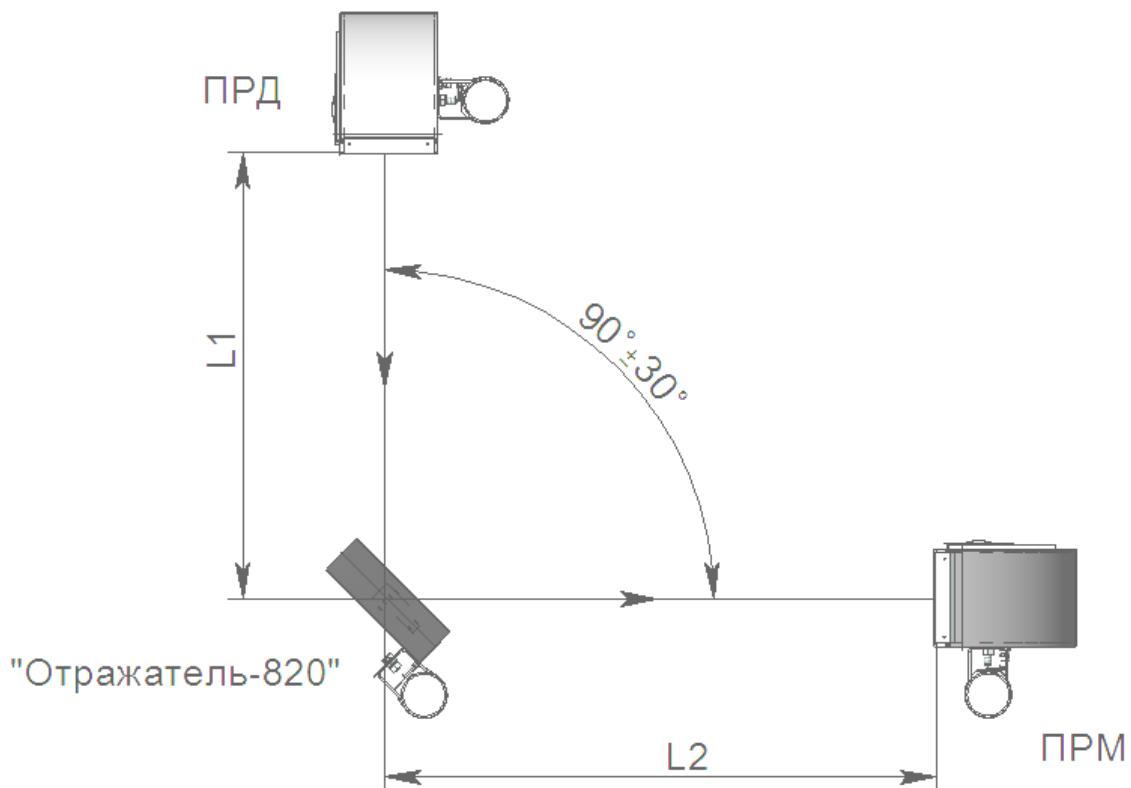

Рисунок 10.1
10.2 При работе с «Отражателем-820» суммарная длина зоны обнаружения L_1+L_2 (где L_1 – расстояние между ПРД и отражателем, L_2 – расстояние между отражателем и ПРМ, см. рисунок 10.1) не должна превышать 70 м.